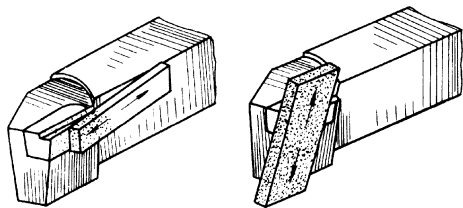

图 2-21 用油石研磨车刀
(9) 用油石研磨车刀。在砂轮上刃磨的车刀，切削刃不够平滑光洁，这不仅影响车削工件的表面质量，也会降低车刀的使用寿命，而硬质合金车刀则在切削中容易产生崩刃，因此，应用细油石研磨刀刃。研磨时，手持油石在刀刃上来回移动，动作应平稳，用力应均匀（图 2-21）。研磨后的车刀，应消除在砂轮上刃磨后的残留痕迹。